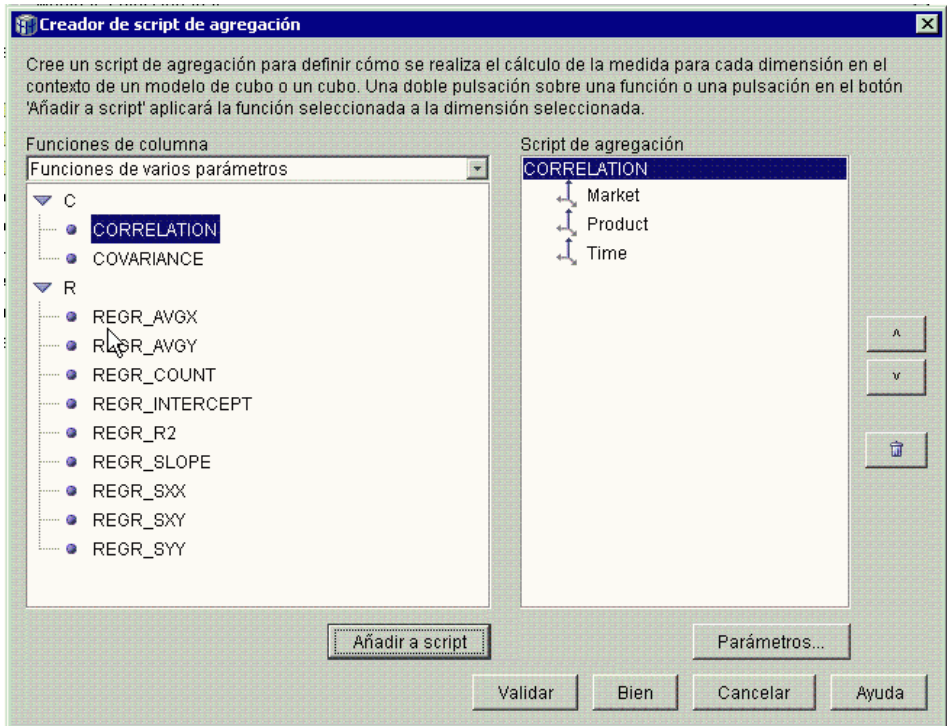

Figura 5. Script de agregación para la medida Correlación de publicidad-ventas
- En el campo **Funciones de columna**, seleccione **Funciones de varios parámetros**. En la lista de funciones de varios parámetros, seleccione la función **CORRELATION** y pulse en **Añadir a script**. La Figura 5 en la página 10 muestra que la función **CORRELATION** está al principio de la lista de dimensiones en el script.